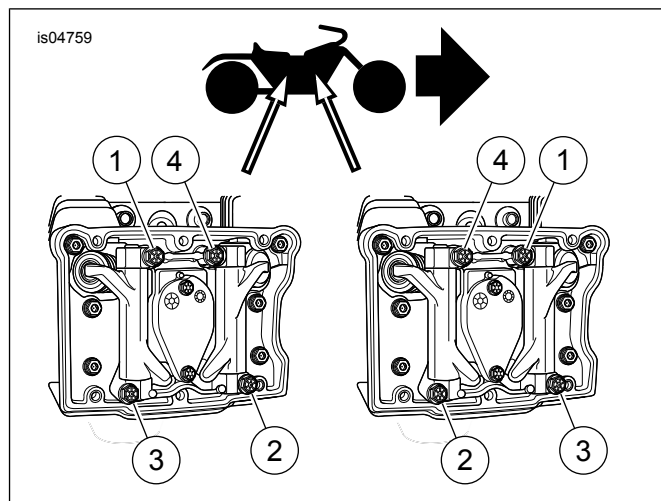

Figura 9. Aperto dos quatro parafusos do balancim 1/4 de volta na sequência mostrada
10. Aperte, de maneira alternada, cada um dos quatro parafusos da placa de suporte do balancim **apenas 1/4 de volta**, seguindo a seqüência mostrada para o **cilindro dianteiro ou traseiro** na Figura 9. *NOTA: Como o motor foi deixado no chassi para esta instalação, o parafuso traseiro esquerdo da placa de suporte do balancim (somente no cilindro traseiro) deverá ser apertado definitivamente usando um torquímetro de 3/8 pol. com um adaptador de torque tipo “osso” Flank Drive de 1/2 pol. (Snap-On FRDH161 ou equivalente). Como qualquer extensão pode atuar como um multiplicador de torque, o torquímetro deve ficar perpendicular ao adaptador de torque quando o parafuso for apertado. A orientação de 90 graus entre as ferramentas cancela o efeito multiplicador e evita o sobreaperto do parafuso. Se o adaptador permanecer alinhado ao torquímetro, o efeito multiplicador causará a deformação da caixa do balancim. Continue girando os parafusos com incrementos de 1/4 de volta, seguindo a mesma seqüência alternada até que sejam apertados com torque de 24,4–29,8 N·m (18–22 ft-lbs).*